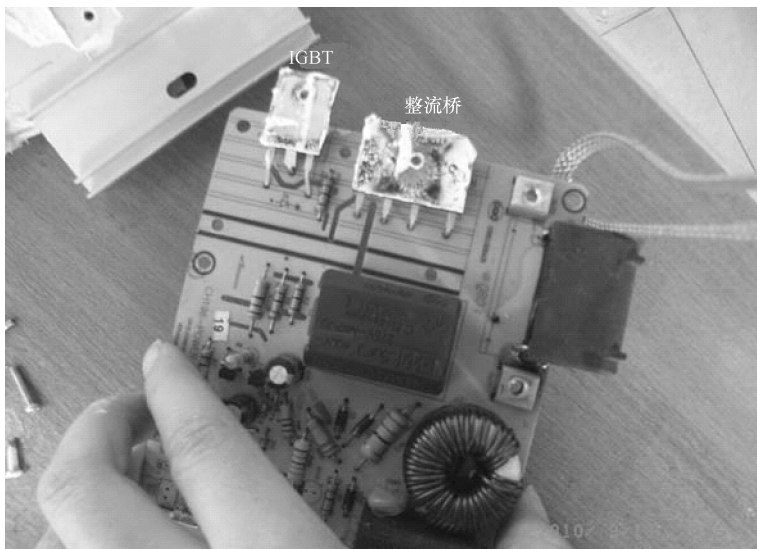

图 3-34 IGBT、整流桥
- 12) 卸下散热片，即可看见整流桥与 IGBT，如图 3-34 所示。